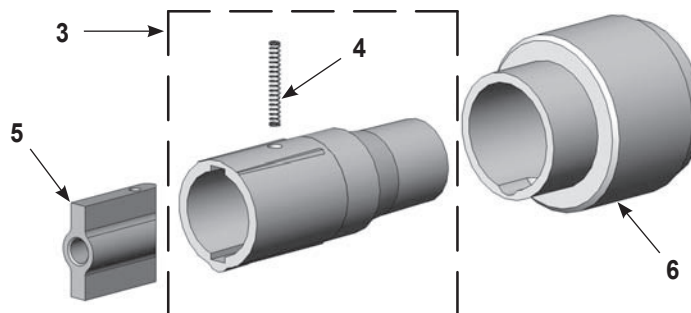

Abbildung 23 SD Elektrodenhalterungsbaugruppe
C. Siehe Abbildung 23 und die Ersatzteilliste für Reparaturteile für den optionalen SD Elektrodenhalterung-Baugruppensatz.